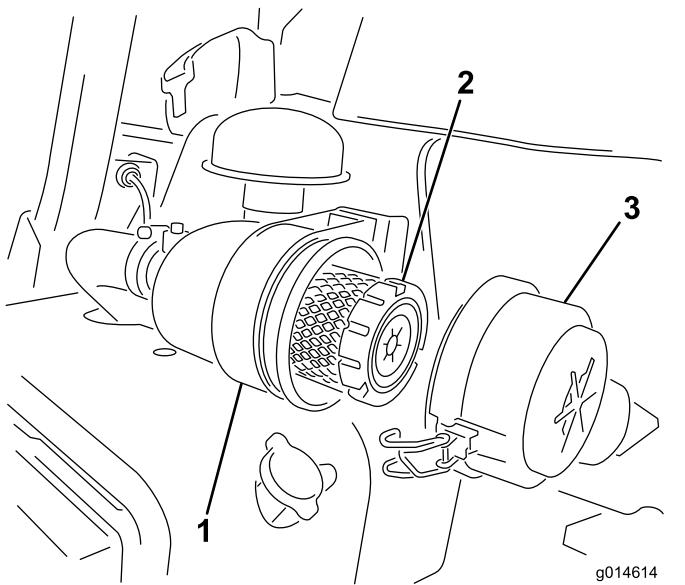

図 23
- エアクリーナーのカバーをボディーに固定しているラッチを外す図 23。
- ラッチをしっかりと掛ける**図 23**。